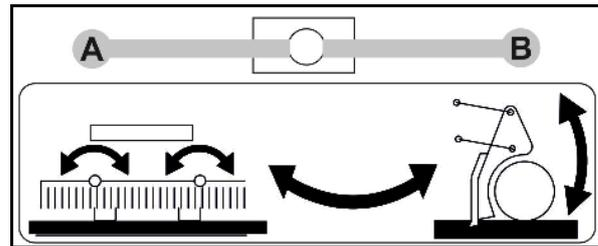

Fig. 91
6. Wahlhebel (Fig. 91/1) in Position **B** bringen.
- Wahlhebel (Fig. 91) in Position **B** halten,